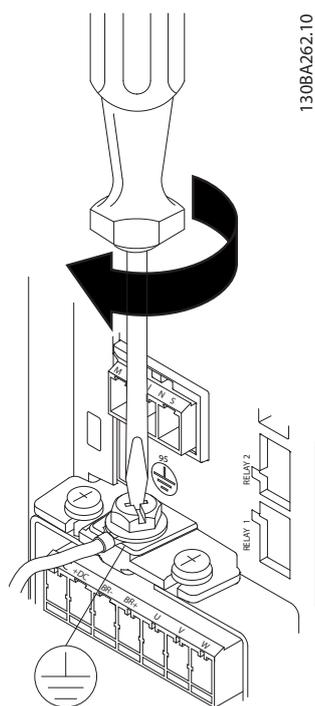

Ilustración 3.9 Montaje del cable de toma de tierra
2. Monte el cable de toma de tierra como se muestra en la *Ilustración 3.9*.